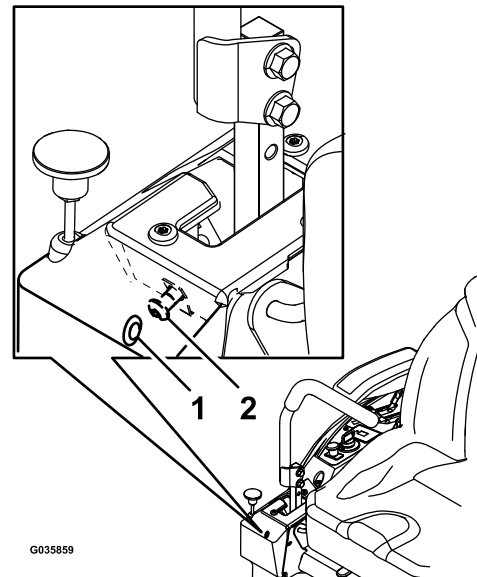

Figure 56
6. Si la machine se déporte à droite, insérez une clé hexagonale de 3/16 pouce dans le trou d'accès du panneau de couvercle avant droit et tournez la vis de réglage de l'alignement dans le sens horaire ou antihoraire pour ajuster la course du levier (Figure 56).
7. Si la machine se déporte à gauche, insérez une clé hexagonale de 3/16 pouce dans le trou d'accès du panneau de couvercle avant droit et tournez la vis de réglage de l'alignement dans le sens horaire ou antihoraire pour ajuster la course du levier (Figure 56).